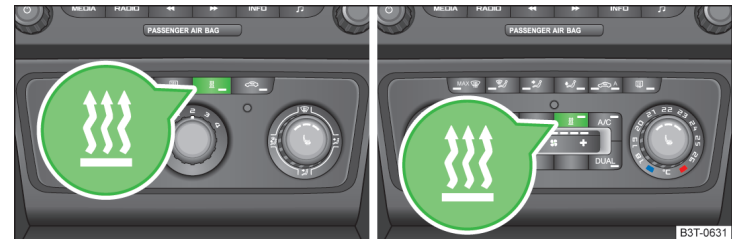

Abb. 127 Taste für direktes Ein-/Ausschalten auf dem Bedienteil der Klimaanlage / Climatronic
- ☰ mit der Taste auf dem Bedienteil der manuellen Klimaanlage / Climatronic. Die Kontrollleuchte in der Taste leuchtet auf » Abb. 127;
- ☰ mit der Taste auf dem Bedienteil der manuellen Klimaanlage / Climatronic. Die Kontrollleuchte in der Taste erlischt » Abb. 127;
Wenn die Anlage läuft, leuchtet in der Symboltaste  » **Abb. 127** eine Kontrollleuchte.